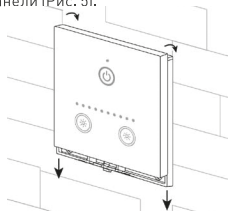

Рисунок 4. Установка панели.
- 3.7. Аккуратно установите панель на закрепленное основание (Рис. 4).